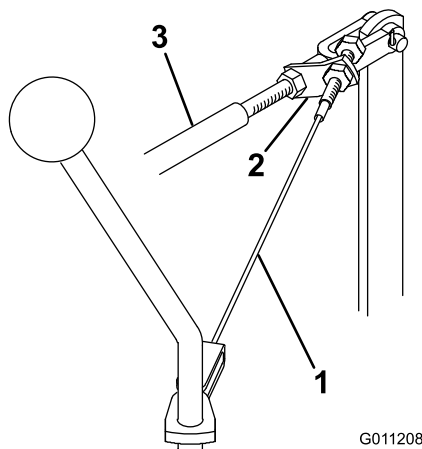

図 47
1. ケーブル・アセンブリを芝刈り・昇降コントロール・ロッド・ブラケットに固定している前ジャム・ナットをゆるめる。(図 47)。
3. 芝刈り・昇降コントロール・ロッドを後ろの位置に固定したまま、ケーブルのたるみが完全になくなるまで後ロックナットを締める(図 47)。締め過ぎないように注意すること。